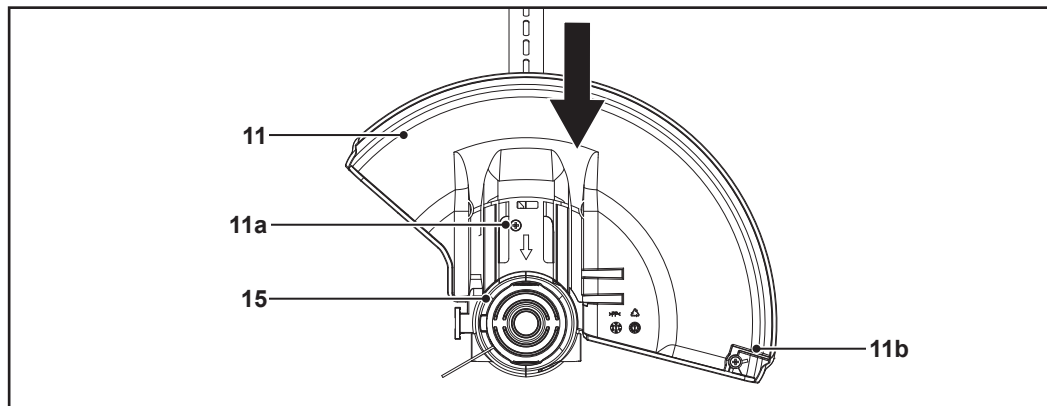

Fig. 1
1. Deslice la protección (11) por las ranuras deslizantes del cabezal de corte (15) (Fig. 1).
2. Fije la protección (11) con el tornillo (11a) (Fig. 1).